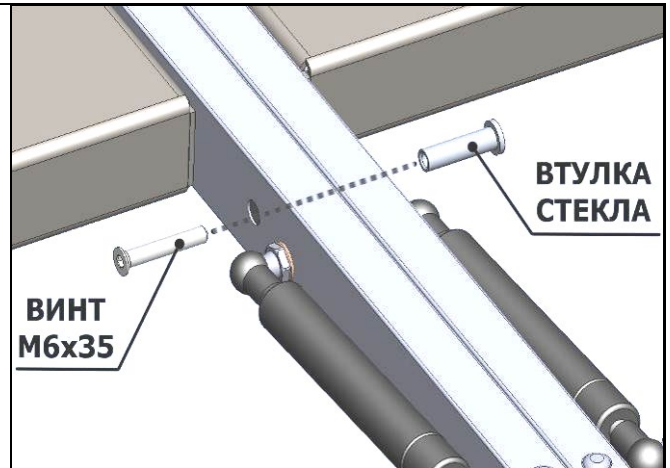
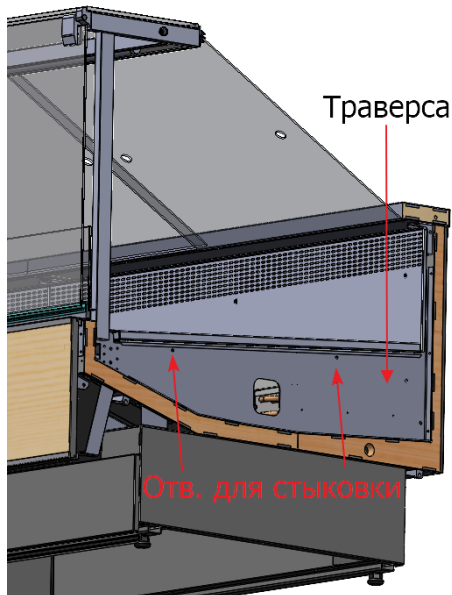

рис. 2
рис. 3
2. Установить плафоны светильников, прикрутив их к боковым стойкам на винты М6х10. К центральной стойке плафоны светильника монтируются с помощью муфт крепления плафона, винтов М6х10 и М6х16, рис. 2 и рис. 3.
- через отверстие в кронштейнах суперструктуры при помощи втулки и винта М6х25 впотай (рис.2)
- через отверстия в траверсах с помощью шпилек М6 и гаек с прессшайбой (рис. 3)